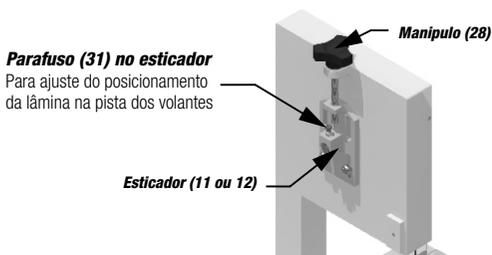

Figura 5
Após executar o procedimento acima, gire manualmente no sentido anti-horário, com cuidado, os volantes (47, 48 ou 49) e verifique a posição da lâmina (20 ou 21) na pista dos volantes. Caso a lâmina esteja saindo da pista do volante proceda com a regulagem do parafuso (31) localizado no esticador (11 ou 12), conforme **figura 5**.
Observação: Caso caia o rendimento do moedor de carne verificar a necessidade de troca da faca cruzeta (63) ou dos disco para moer (61 e 62) conforme *figura 5*. Nunca interrompa (desligue) o processo de moagem com carne em processamento.
-Para a preparação de embutidos proceda com a montagem do bocal conforme descrito no item 2.4. Após a montagem coloque a tripa/embagem no funil de lingüiça e inicie o processo ligando o botão liga/desliga (19).